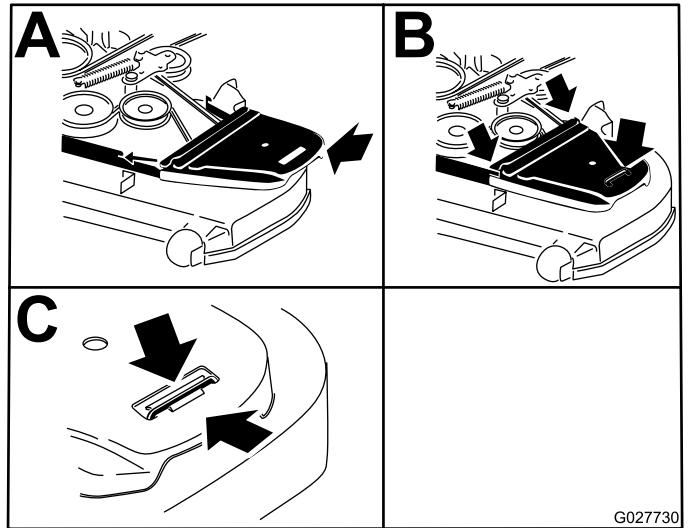

Bild 87
14. Bringen Sie die Riemenabdeckungen und die Schrauben an (Bild 87).